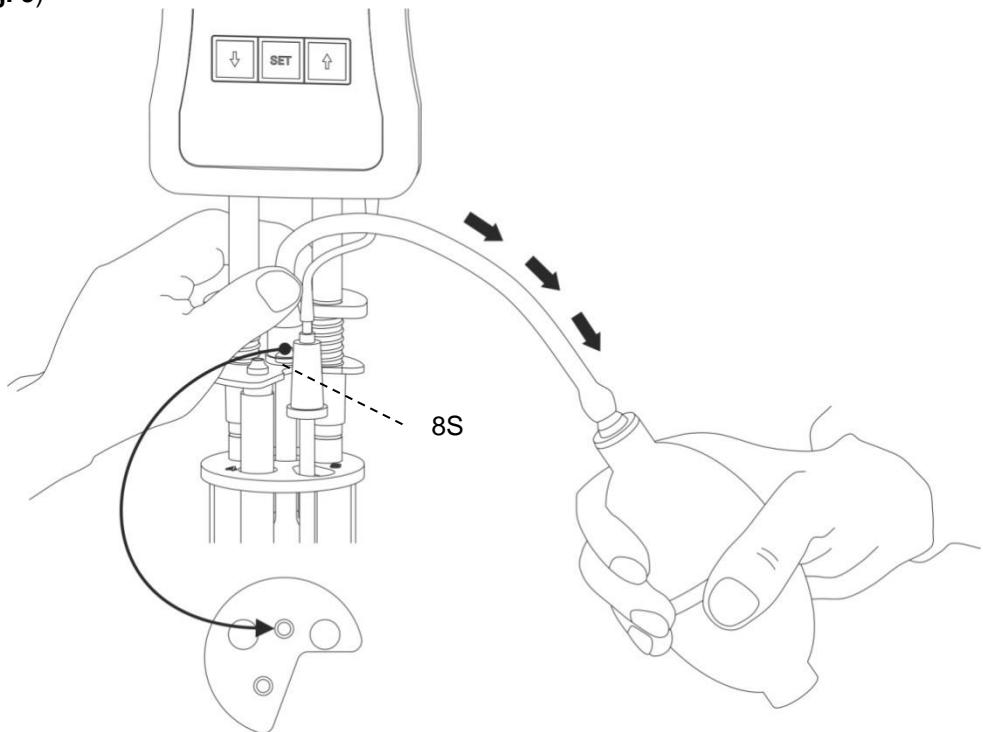

Fig. 9 Operación de succión con bomba manual VZ 6554
- (b) sobre el tapón de silicona 8S sobre el tubo capilar (22) con operación de succión (véase la Fig. 9)